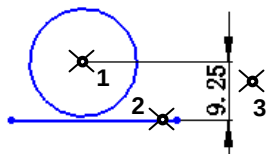

图 2.9.4 点和线间距离的标注
Step3. 分别单击位置 1 和位置 2 以选择点、直线，单击位置 3 放置尺寸，如图 2.9.4 所示。